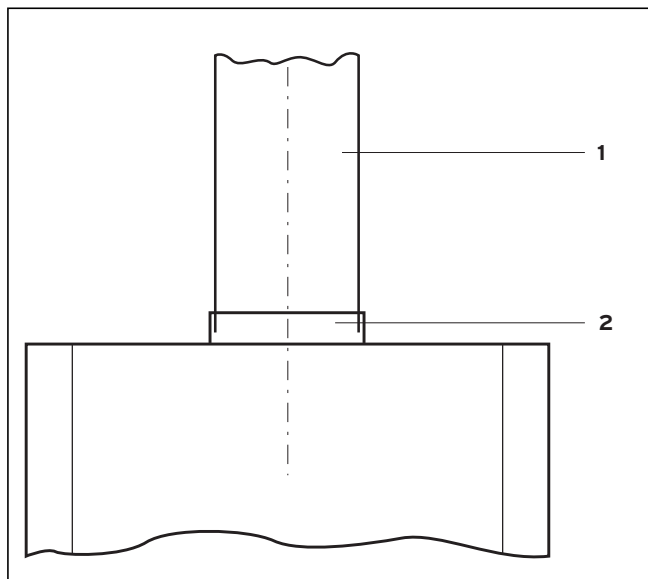

Рис. 5.1 Подключение к дымоходу
##### Пояснения к рис. 5.1
- Установите трубу дымохода (1) в патрубок трубы дымохода (2) на предохранителе тяги, см. рис. 5.1 Подключение к дымоходу.